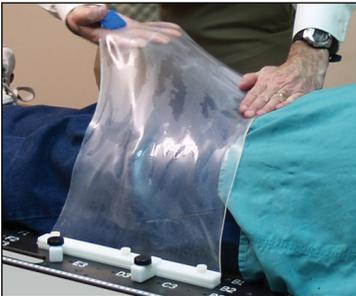

Abb. 1
5. Formen Sie das Thermoplastikmaterial mit leichtem Fingerdruck weiter, bis die gewünschte Kontur erreicht ist (Abbildung 1).